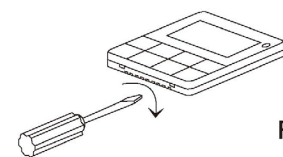

Fig.1
2. Como mostrado na Fig.1, usar uma chave de fendas de cabeça plana para abrir ligeiramente a ranhura inferior do termóstato (demasiada força danificará a placa de circuito), e fazer rotação para abrir a tampa traseira.